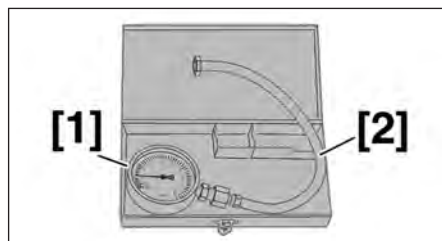

FIG.24
- [1]. Manomètre pour contrôle de la pression d'huile (référence : 1503-AY) (Fig.24).